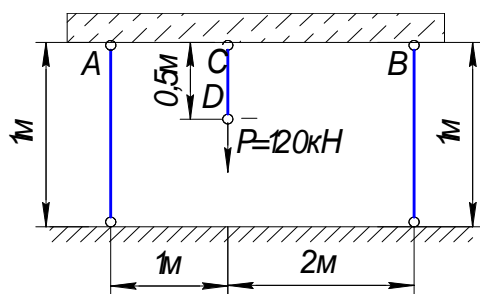

Рис.2.7
2.12. Жесткая балка АВ, деформацией которой пренебрегаем, опирается на стойки и нагружена, как указано на рис. 2.7. Стойка А – стальная, сечением 10см^2 , стойка В – деревянная, сечением 100см^2 , стержень С – медный, сечением 30см^2 . Определить опускание точки подвеса груза.